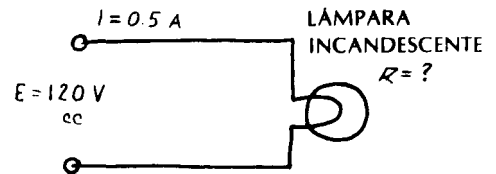

Fig. 9-2. Diagrama para el problema 1.
**Solución:** El primer paso para resolver un problema de un circuito, es dibujar un diagrama esquemático del mismo. El segundo paso es identificar cada uno de los elementos e indicar los valores conocidos (Fig. 9-2). En este problema, los valores para I y E se conocen. Para encontrar R, usamos la fórmula: